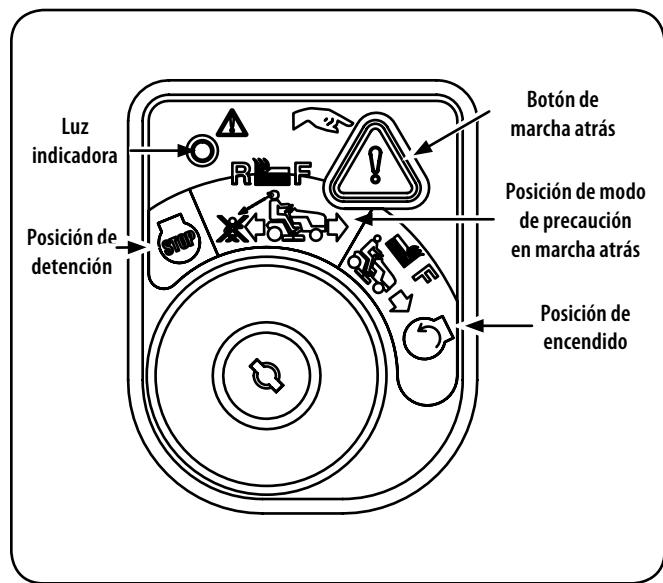

Figura 17
2. Gire la llave desde la posición de PODA NORMAL  (verde) hasta la posición de MODO DE PRECAUCIÓN EN MARCHA ATRÁS  (amarillo) del módulo del interruptor de llave. Vea la Figura 17.
3. Presione el BOTÓN DE MARCHA ATRÁS  (botón triangular de color naranja) en la esquina superior derecha del módulo del interruptor de llave. La luz indicadora roja en la esquina superior izquierda del módulo del interruptor de llave se mantiene encendida (ON) mientras esté activado. Vea la Figura 17.